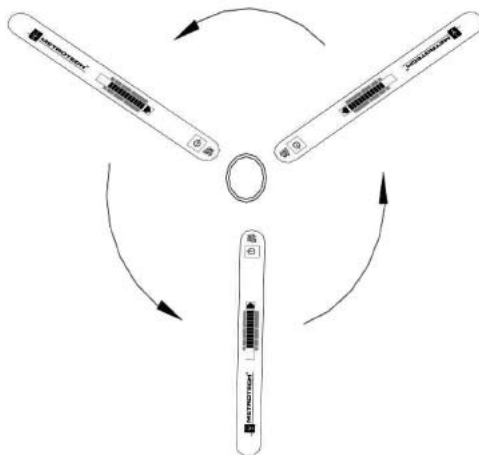

Figure 7-2 : Confirmation du défaut
4. Placez l'autre piquet dans le sol au niveau du défaut et répétez le processus. La flèche doit toujours pointer vers le défaut, autrement dit vers l'intérieur. Voir Figure 7-2.